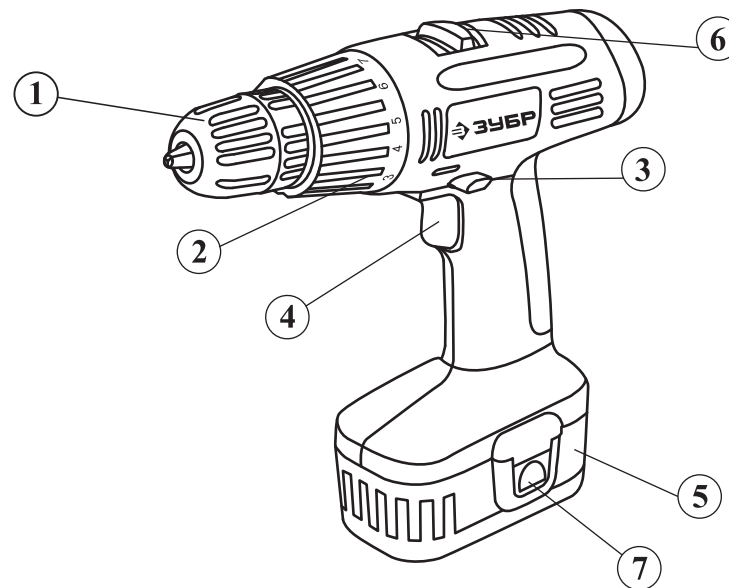
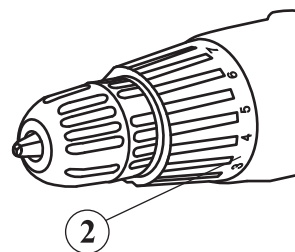
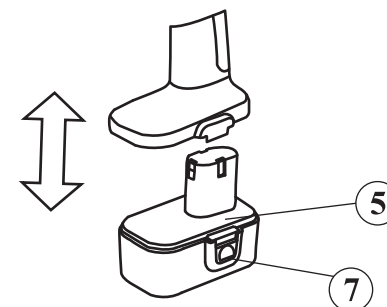

РИС.1
РИС.4
РИС.5
4.1. Общий вид аккумуляторной дрели-шуруповерта представлен на рис. 1
4.4. Включение/выключение аккумуляторной дрели-шуруповерта осуществляется нажатием клавиши выключателя 4 (рис. 1) на рукоятке инструмента.
4.5. Для изменения величины крутящего момента используйте муфту момента затяжки 2 (рис. 1). Величина момента затяжки изменяется от 1 до 16 в соответствии с нанесенными делениями на шкалу 6 (рис.4).
4.6. Аккумуляторный блок, поставляемый с данной моделью дрели-шуруповерта, имеет стыковочную конструкцию крепления с фиксатором 7 (рис.1). Установку/снятие производите в направлении стрелки (рис. 5).